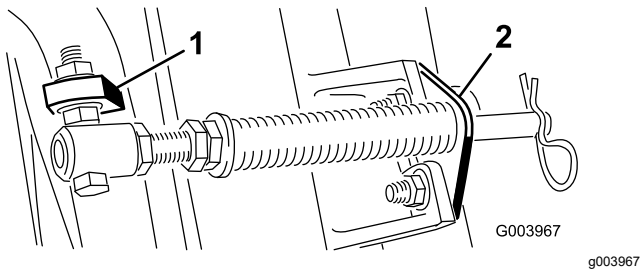

Figure 5
Remarque: Placez la tête du boulon sur le côté extérieur de la patte, comme montré à la Figure 5.
D. Montez le support de tige sur les pattes de l'unité de coupe à l'aide des boulons de carrosserie et des écrous (Figure 5).